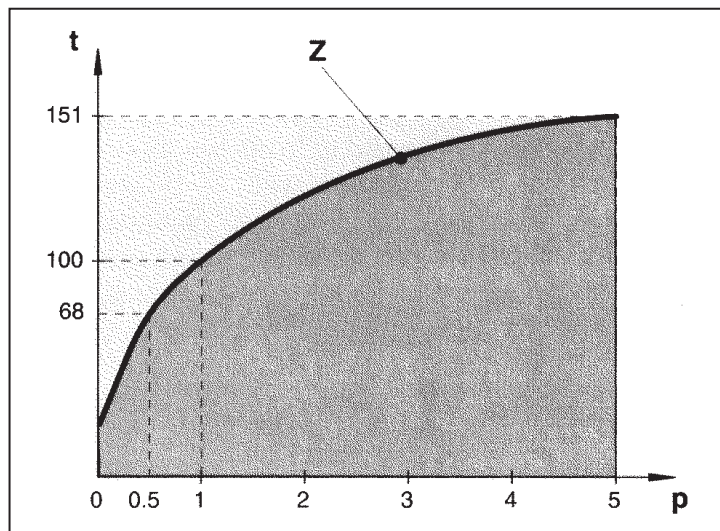

Fig. 11.19
Effettuando un numero significativo di prove, in varie condizioni, si può ricavare un grafico (Fig.11.19) nel quale la curva (Z) è formata da tutte le condizioni pressione/temperatura in corrispondenza delle quali lo stato liquido e lo stato di vapore saturo dell'acqua sono in equilibrio. In corrispondenza di queste combinazioni, fornendo calore, si ha la trasformazione del liquido in vapore; mentre sottraendo calore, si ha la trasformazione da vapore a liquido.